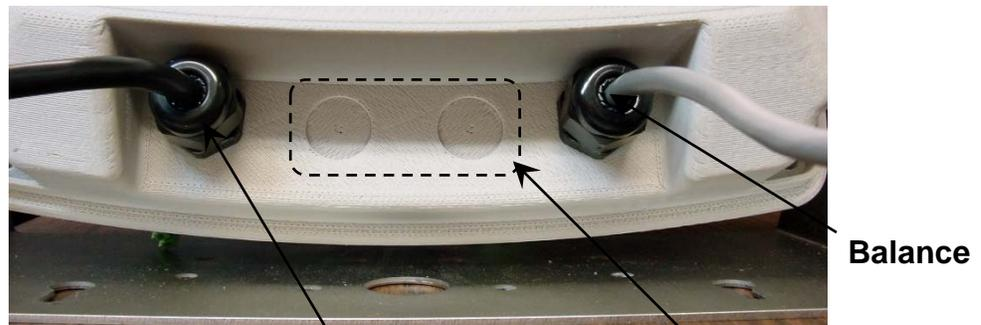

Figure 2
- 3.3.2. En se référant à la Figure 2, choisir un presse-étoupe pour le câble de la cellule de charge et le desserrer.
- 3.6.1. Desserrer les 4 vis captives qui maintiennent la partie arrière du boîtier sur la partie avant, puis desserrer le presse-étoupe du câble série. Voir la Figure 2 pour une illustration de la disposition du presse-étoupe.